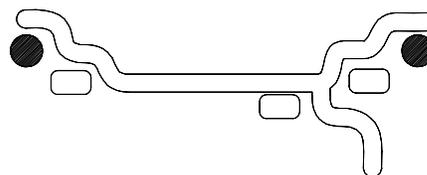

Figure 15
A. DYNAMIQUE (plan double), suggéré pour toutes les jantes en acier. Dans ce cas, il faut fixer les poids de la roue sur les bords de la jante. Cette fonction est sélectionnée par défaut et les voyants correspondant au poids de la roue s'allument (Figure 15).